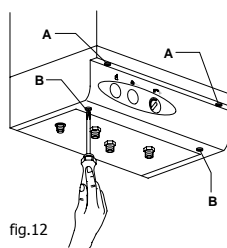

fig.12
- quitar los tornillos **A** y **B** (fig.12)